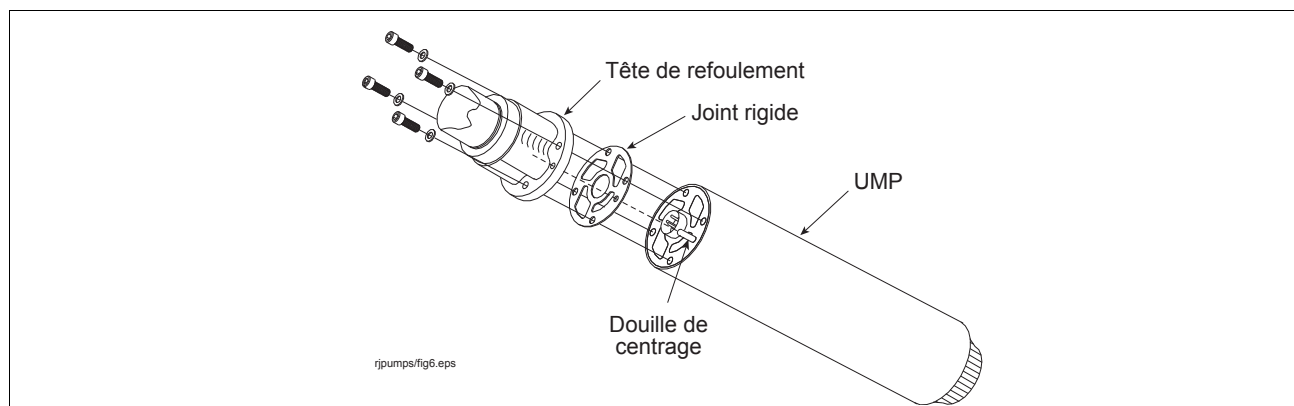

Figure 30. Ecrus et joint rigide de l'UMP
4. Déposer l'UMP en retirant les quatre écrous qui retiennent la tête de refoulement, comme montré Figure 30. Éliminer le joint rigide d'origine.